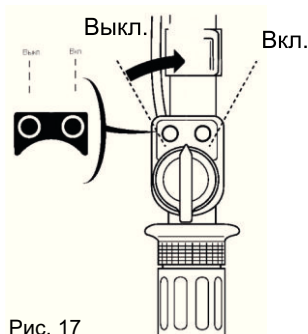

Рис. 17
3. Переведите выключатель зажигания в положение ON (ВКЛЮЧЕНО) (Рис. 17).